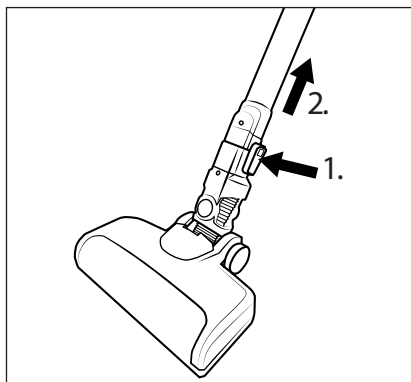

Fig. 12
- ♦ For at fjerne gulvbørsten ❷2 fra sugerøret ❷4, skal du trykke på oplåsningsknappen til gulvbørsten ❷3 og holde den nede og tage sugerøret ❷4 ud af gulvbørsten ❷2 (se fig. 12).